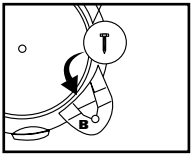

FIGURE 11
10. Fixez la patte de roulette au réservoir au moyen de la vis fournie. **FIGURE 11.**